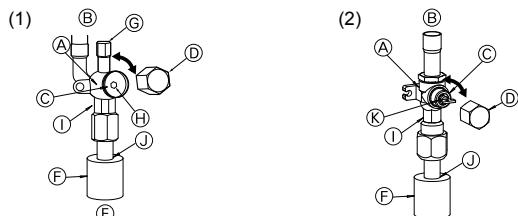
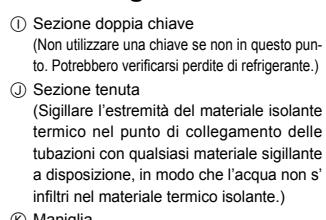

Fig. 4-6
Fig. 4-7
(1) Lato liquido della valvola di arresto (Fig. 4-6)
- ① Togliere il cappuccio e girare fino a quando è possibile l'asta della valvola in senso antiorario utilizzando una chiave esagonale da 4 mm. Smettere di girare quando si urta l'otturatore. (circa 10 giri)
- ② Assicurarsi che la valvola d'arresto sia completamente aperta e riportare il cappuccio alla posizione originale.
(2) Lato gas della valvola di arresto (Fig. 4-7)
- ① Rimuovere il cappuccio, tirare la maniglia verso di sé e ruotare di 1/4 di giro in senso antiorario per aprire.
- ② Assicurarsi che la valvola di arresto sia completamente aperta, spingere la maniglia e ruotare il cappuccio riportandolo nella posizione iniziale.